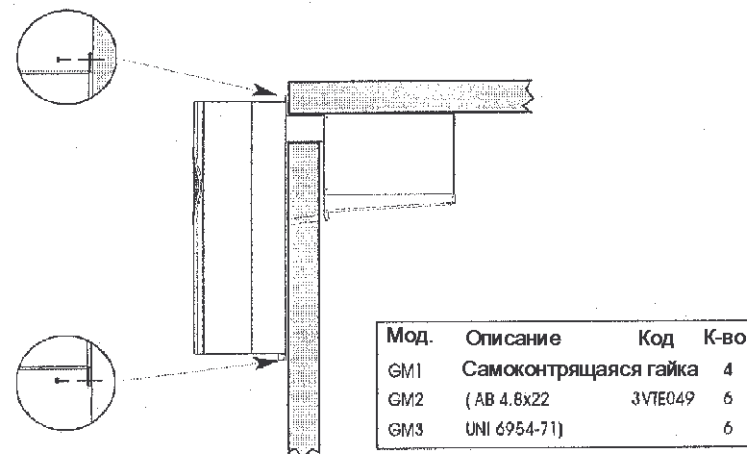

Рис.4
Прикрепить агрегат с помощью соответствующих винтов (рис.4).
- Прикрепить агрегат при помощи соответствующих винтов, см. рис.4.